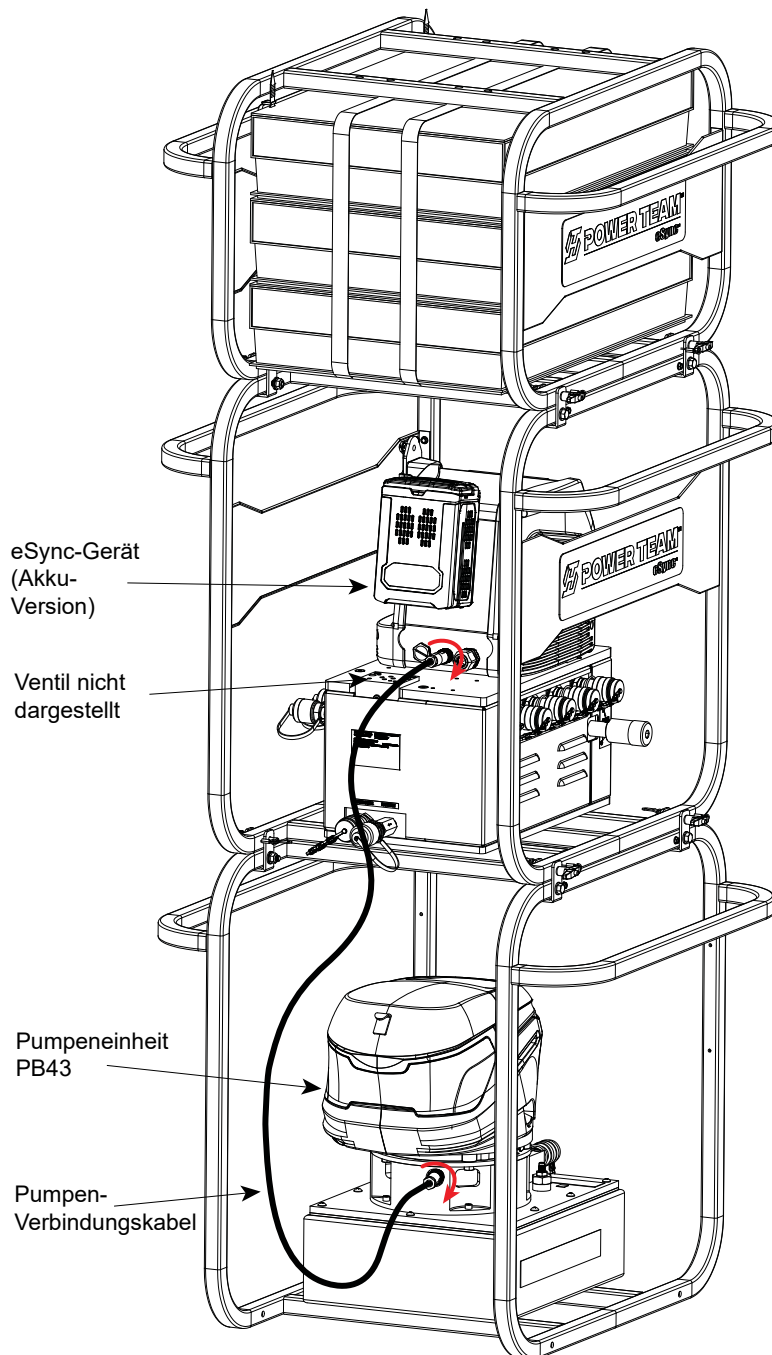

Abb. 16: Verbindung zwischen PB43-Pumpe und eSync-Gerät
- I. Verbinden Sie den Schutzrahmen der PB43-Pumpe mit dem Schutzrahmen des eSync-Geräts unter Verwendung der U-Halterung, des T-Griff-Sicherungsstifts, der Schraube, der Unterlegscheibe und der Mutter, die mit der Pumpeneinheit geliefert werden (siehe Abbildung 16).
- K. Verbinden Sie ein Ende der Buchse des Verbindungskabels mit dem Stecker der PB43-Pumpeneinheit. Verbinden Sie dann den Stecker am anderen Ende des Kabels mit der Buchse am eSync-Gerät (siehe Abbildung 16).